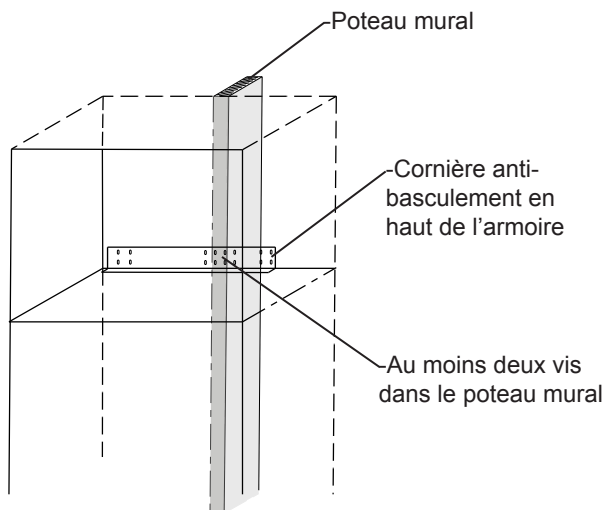

Figure 7
La cornière anti-basculement est fixée sur l'armoire et fait toute sa largeur. Localisez un poteau mural derrière l'armoire et fixez-y la cornière anti-basculement avec au moins deux (2) vis #8 x 1½" fournies. Voyez la Figure 7.